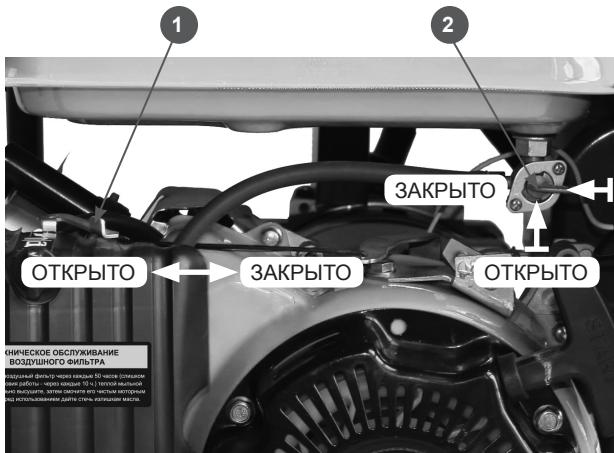

Рис.7
- Закройте воздушную заслонку карбюратора(1) Рис.7. Рычаг воздушной заслонки передвиньте вправо до упора.
- Откройте топливный кран(2) Рис 7. Рычаг крана поверните по часовой стрелке вниз до упора.